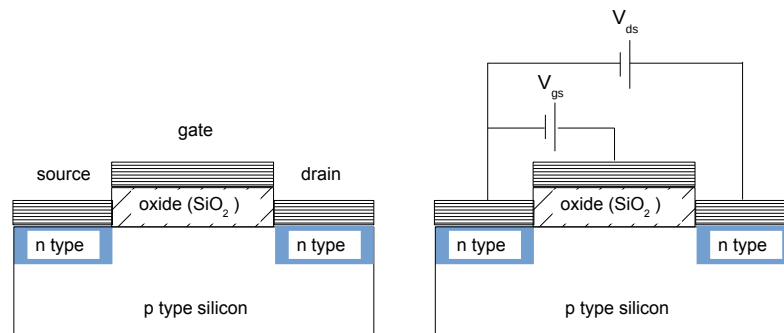

Figura 11: Sezione trasversale di un transistor NMOS.
**Funzionamento del MOS.** A titolo di esempio si consideri il transistor NMOS (substrato drogato di tipo *p*) mostrato in figura 11. Per semplicità si riferiscano i